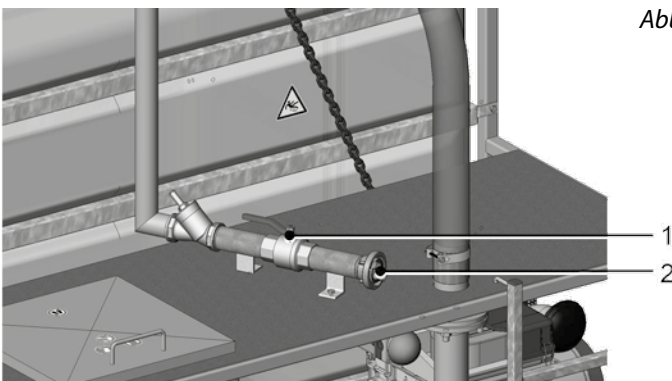

Abb. 22 Frischwasseranschluss
2. Schließen Sie den Schlauch für die Wasserzuführung (z. B. von einem Hydranten) an der Storz-C-Kupplung vorne an der Anlage an (Abb. 22).
1. Öffnen Sie die Wasserzufuhr am Hydranten und den Absperrhahn am Schlauchanschluss der Anlage (Abb. 22).